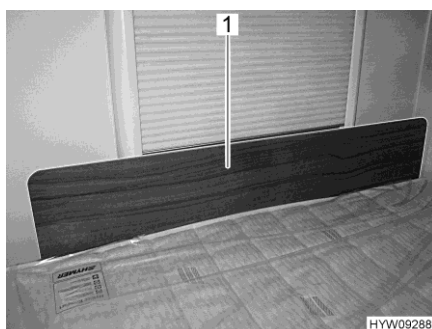

Bild 112 Skyddsplåt/fallskydd
- Sätt dit skyddsplåten (Bild 112,1) framför fönstret mellan madrassen och fönsterramen. Klämverkan på madrassen som håller fast skyddsplåten i dess position framför fönsterramen.